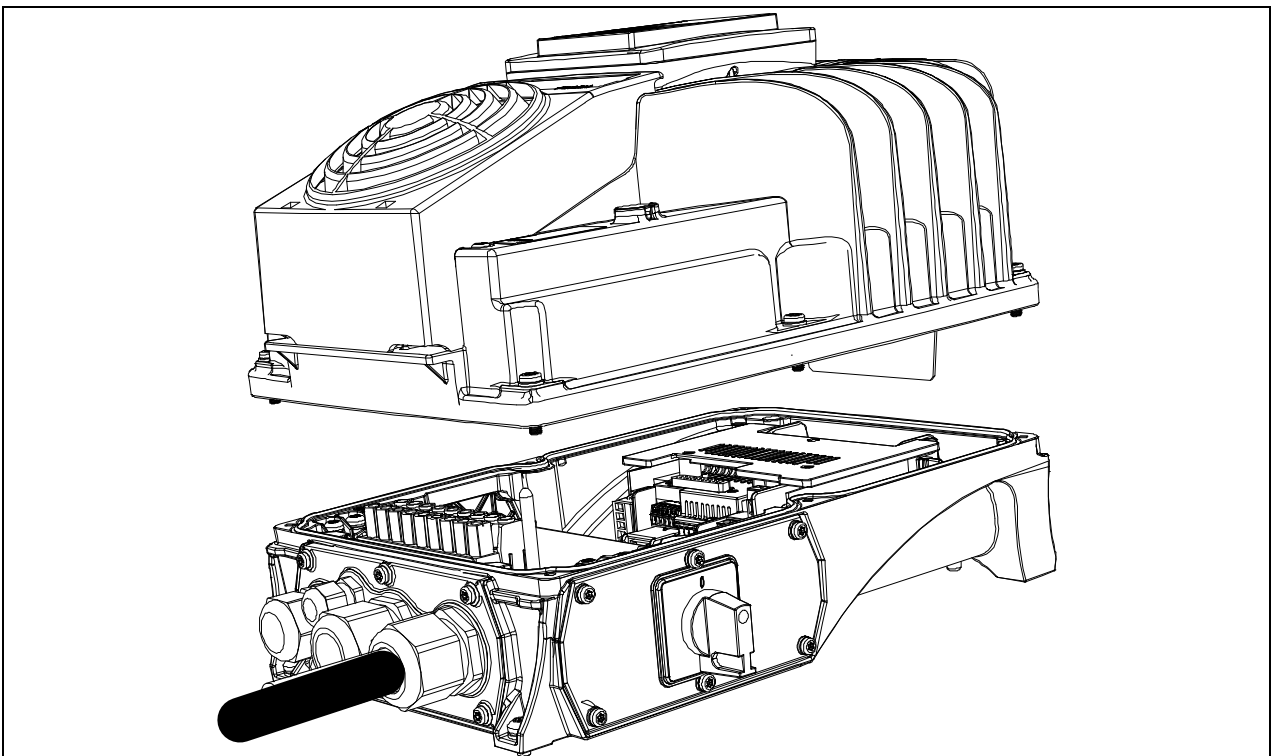

Figure 51. Monter l'unité de puissance sur la boîte de raccordement.
- Monter l'unité de puissance sur la boîte de raccordement avec les vis : le processus d'installation est terminé. Voir Figure 51.